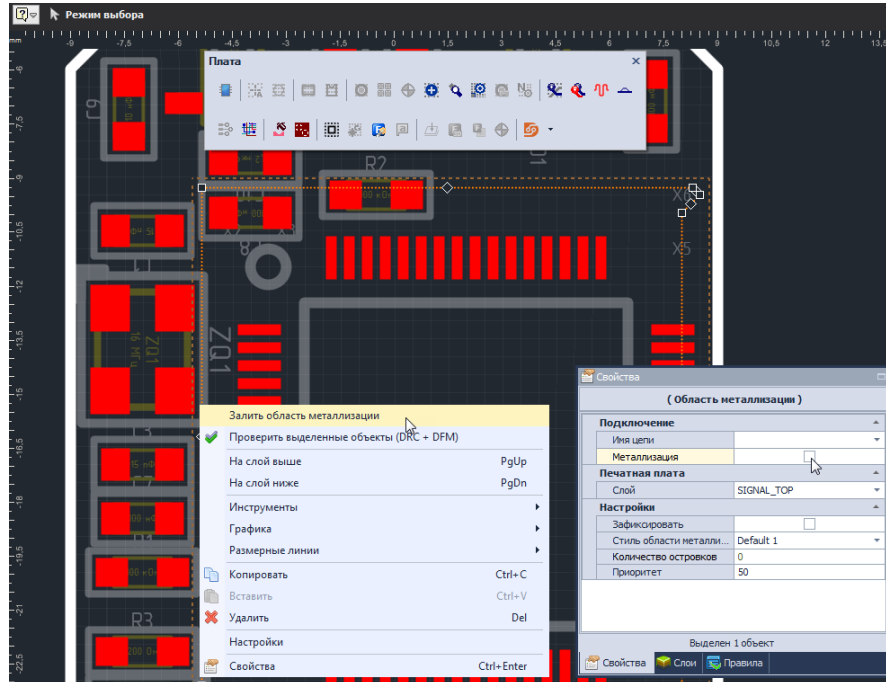

Рис. 321 Заполнение области металлизации
2. Вызвать контекстное меню и воспользоваться пунктом «Перезалить область металлизации», либо воспользоваться панелью «Свойства» установив флаг в пункте «Металлизация», см. Рис. 321.